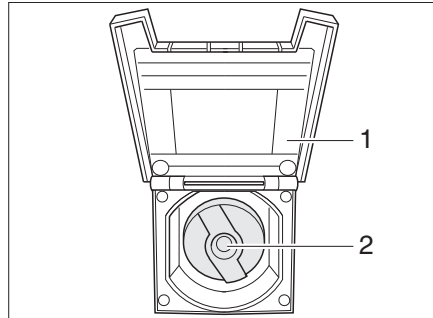

Bild 257 Verschlussdeckel für Trinkwasser-Einfüllstutzen
- Abdeckklappe (Bild 257,1) zum Trinkwasser-Einfüllstutzen öffnen.
- Schlüssel in Schließzylinder (Bild 257,2) stecken und eine viertel Umdrehung entgegen dem Uhrzeigersinn drehen.
- Trinkwasser-Einfüllstutzen (Bild 257) öffnen.